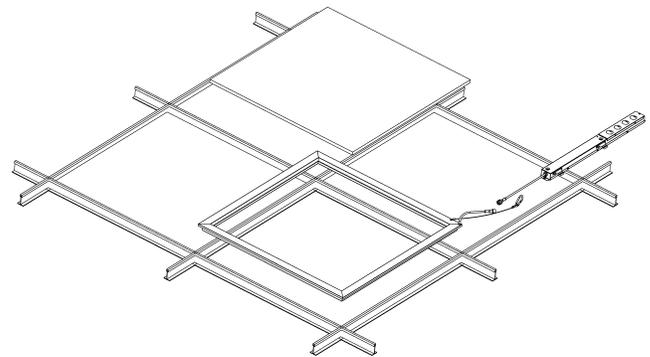

Figure 2
2. Remove the ceiling tile and place the fixture and LED driver separately on the ceiling. (see Fig. 2)
2. Retirez la dalle de plafond et placez le luminaire et le pilote DEL séparément sur le plafond. (voir Fig. 2)